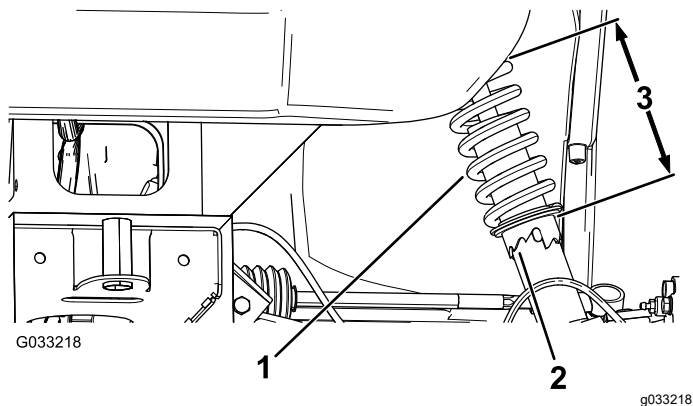

图 52
2. 如果车轮外倾角没有对齐请使用活络扳手将减震器上的锁止环旋转以对齐车轮 图 52。